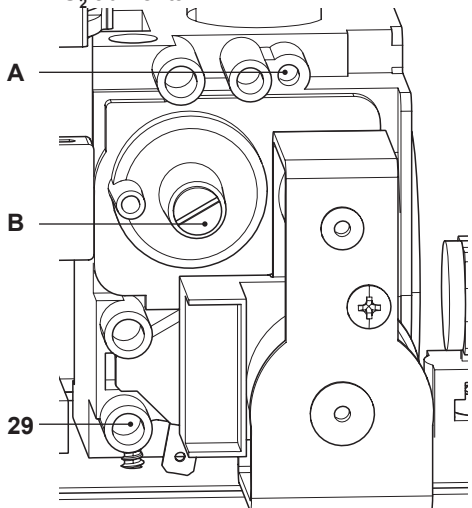

Figura 7.8
- A caldaia spenta (fuori servizio), controllare la pressione di alimentazione utilizzando la presa 29 in Figura 7.8 e confrontare il valore letto con quelli riportati nella tabella Pressioni di alimentazione gas nella sezione "Dati tecnici M270V.2530 SM" a pag. 22.
- Richiudere bene la presa di pressione 29 in Figura 7.8.
- Per tarare il CO_2 della caldaia (pressione del gas al bruciatore) svitare completamente il tappo in ottone di protezione **B** e agire sulla vite a brugola \varnothing 4 mm sottostante Figura 7.8, girando in senso orario il CO_2 aumenta.
- Se i due dati non coincidono agire sulla vite regolazione massimo RQ (**A** in Figura 7.8) della valvola gas e tarare il **CO₂** allo stesso valore riportato nella sezione "Dati tecnici M270V.2530 SM" a pag. 22. Girando in senso orario il **CO₂** diminuisce.